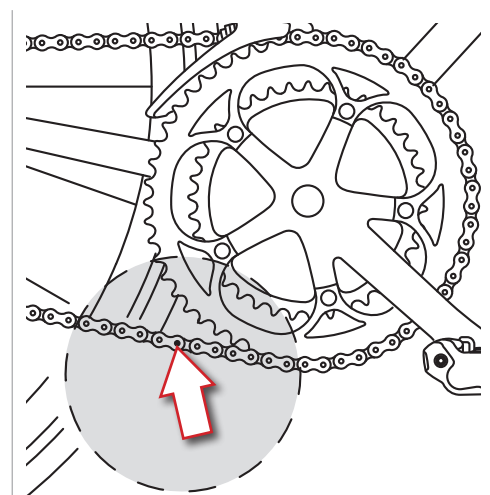

Fig.9
- Faites passer la chaîne sur le plus grand plateau (en la laissant sur le pignon le plus petit), puis mettez les maillons à refermer dans la zone indiquée sur la figure 9.